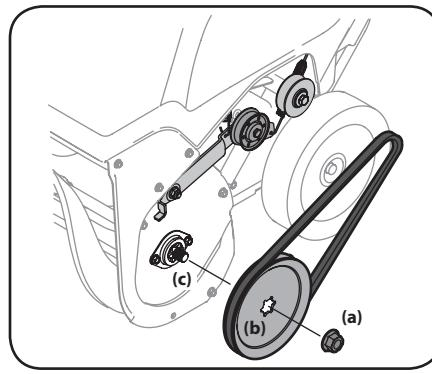

Figura 4-5
- Extraiga la tuerca de brida (a) que sujetla la polea de la barrena (b) al eje de la barrena (c). Consulte la Figura 4-5.